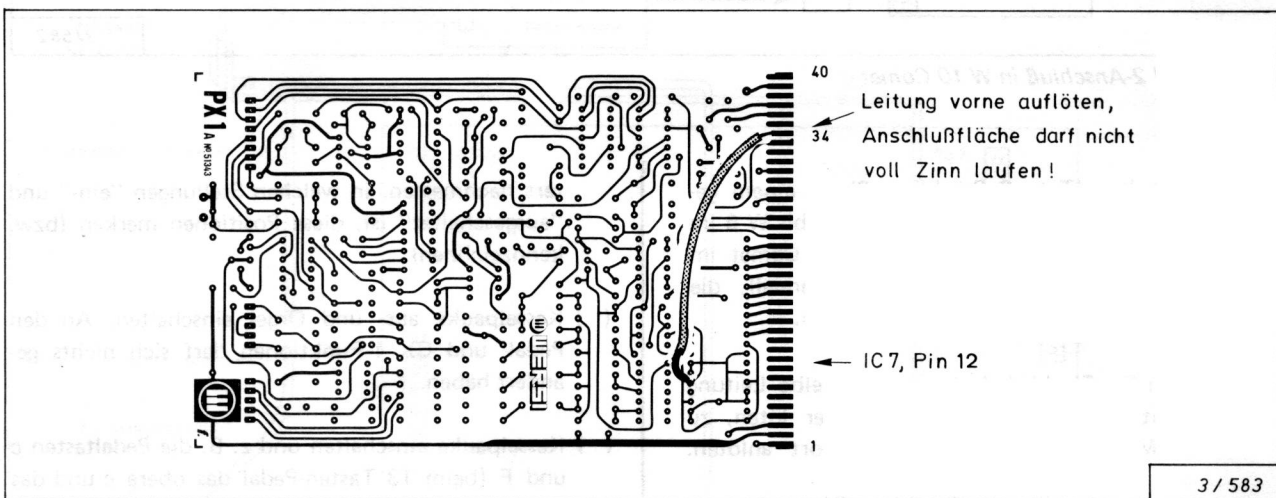

Abb. 5: Zusatzlitze auf der Comet-Platine "PX 1 - Pedal"
- ( ) Bei der Comet nach Abb. 5 mit einem Stück (der vom 5-adrigen Flachkabel abgetrennten) Litze auf der Steckkarte "PX 1 - Pedal" (Einbauplatz 3) eine Verbindung von IC 7 Bein 12 zum Steckanschluß 34 herstellen.